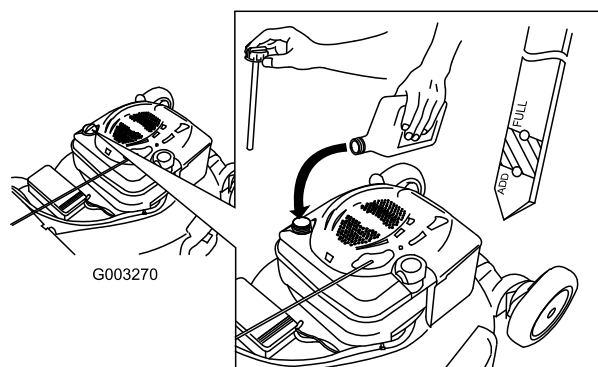

Figura 9
1. Togliete l'asta di livello (Figura 9).
2. Versate **lentamente** l'olio nel tubo di riempimento finché non raggiunge il segno di pieno sull'asta (Figura 9). **Non riempite troppo.** (Riempimento massimo: 0,59 litri, tipo: olio detergente SAE 30W con service classification API SF, SG, SH, SJ, SL o superiore.)